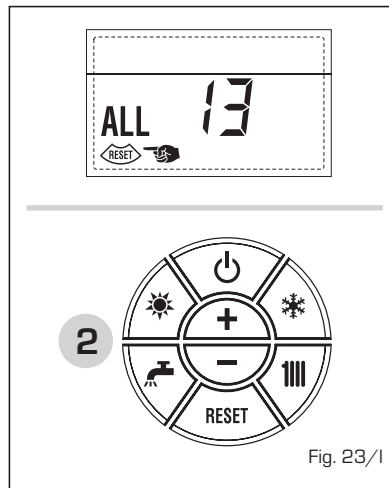

Fig. 23/l
- **ANOMALÍA SONDA HUMOS "ALL 14"** (fig. 23/m)